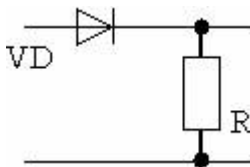

Рис. 6. Схема дослідження однопівперіодного випрямляча.
15. Замінити інтегруючий ланцюг колом найпростішого випрямляча на (Рис.6.). Використати режим однократної розгортки – "Pause after each screen":